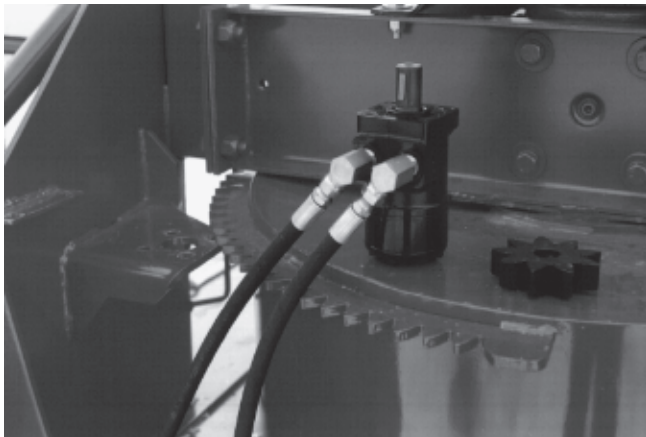

Figure 19
- 2) Visser les coudes sur le moteur en utilisant du ruban de téflon pour assurer l'étanchéité des raccords. Diriger les coudes tels qu'ils sont montrés sur la photo (Fig. 19).